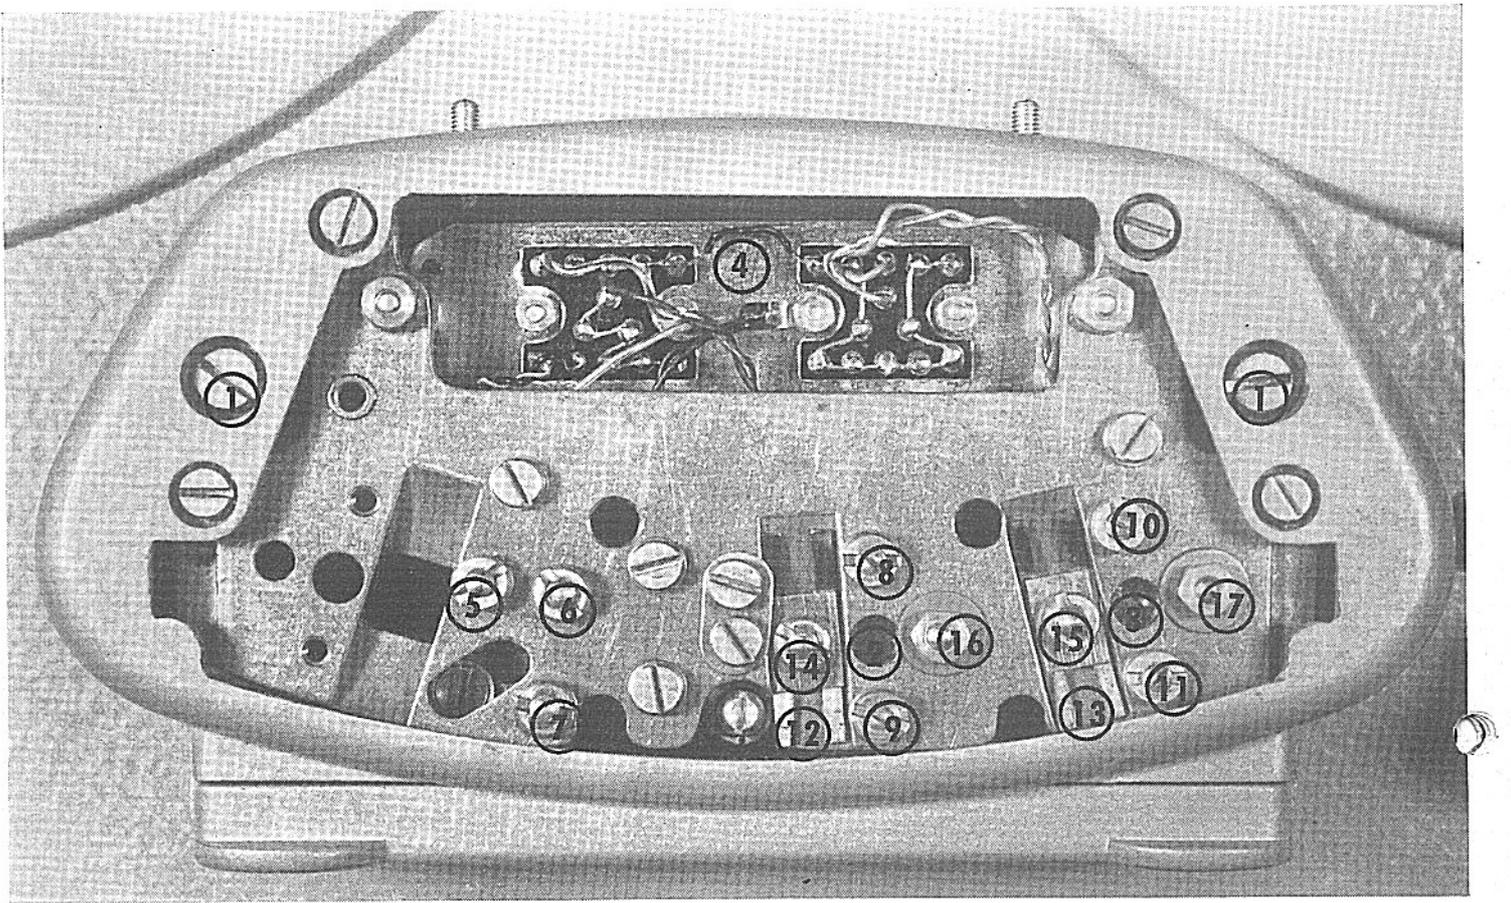
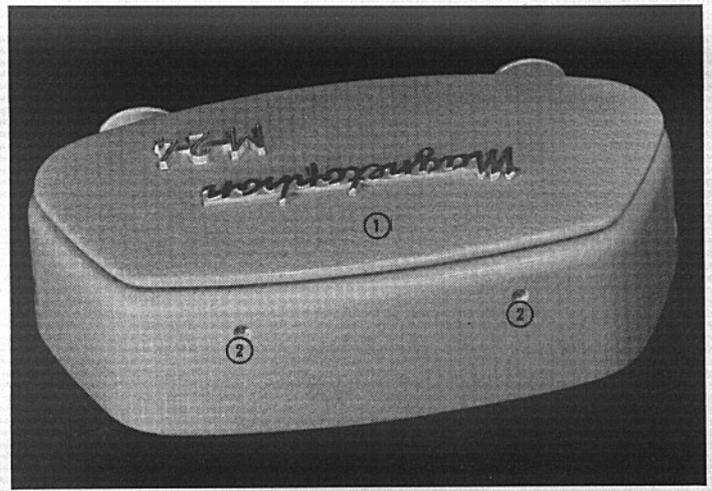

Abb. 7
Abb. 8
Der Kopfräger ist — wie bei allen Studiogeräten — als komplette Einheit auswechselbar. Er ist mit zwei Schrauben (Abb. 7, Pos. 1) am Laufwerk befestigt. Diese Schrauben sind zugänglich, nachdem die beiden Madenschrauben (Abb. 8, Pos. 2) gelöst sind und die Abdeckplatte (Abb. 8, Pos. 1) abgenommen ist. Die elektrischen Verbindungen zwischen Kopfräger und Laufwerk werden über zwei 13-polige Steckerleisten hergestellt. Serienmäßig ist der Kopfräger mit je einem Lösch-, Sprech- und Hörkopf für Halbspurbetrieb nach internationaler Norm ausgerüstet. Ein Telechronkopf zur automatischen Dia-Projektor-Steuerung kann nachträglich eingebaut werden.
Hör- und Sprechkopf können nach Lösen je einer Schraube (Abb. 7, Pos. 2 und 3) und Trennen der Anschlußleitungen von der Steckerleiste (Abb. 7, Pos. 4) ausgebaut werden. Nach dem Einbau neuer Köpfe sind folgende Punkte zu beachten:
2. Die Schliiffspiegel der Köpfe müssen ferner mit großer Genauigkeit senkrecht zur Laufwerkplatte bzw. parallel zur Bandfläche ausgerichtet sein. Dabei soll die Oberkante des Bandes genau mit der des Kernpaketes abschließen. Diese Parallel- und Höheneinstellung der Köpfe kann an den Schrauben (Abb. 7, Pos. 5—11) nach Lösen der entsprechenden Kontermuttern vorgenommen werden. Bei der Höheneinstellung ist darauf zu achten, daß die Blattfedern (Abb. 7, Pos. 12 und 13) nur soweit von den Schlitzmuttern vorgespannt werden, daß zum Einwippen der Köpfe noch ein ausreichender Federweg verbleibt. Diese Justierungen sind nach dem Einsetzen neuer Köpfe nur in den seltensten Fällen notwendig.
3. Das Einwippen der Köpfe wird an den Sechskantmuttern (Abb. 7, Pos. 16 und 17) mit Hilfe eines gekröpften Ringschlüssels oder Steckschlüssels 5,5 mm vorgenommen.